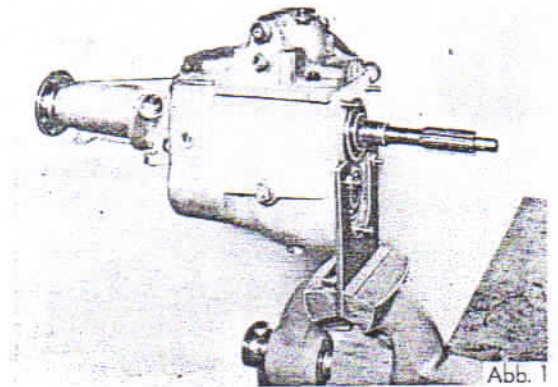

Abb. 1
1. Getriebemontageplatte BW 11 im Schraubstock einspannen und Getriebe auf Montageplatte befestigen (Abb. 1).